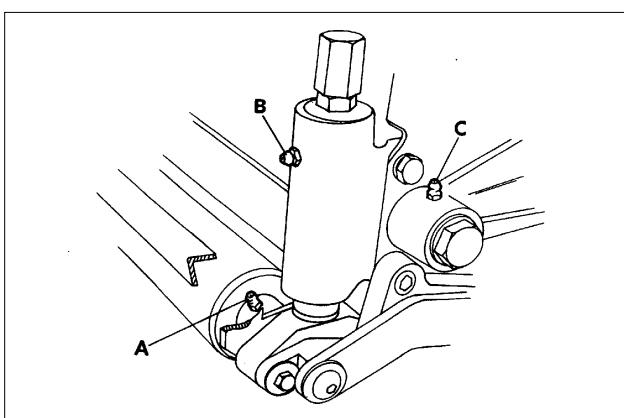

Fig.30
- (4) Unit rolls (A Fig.30)
- (6) Height adjustment sleeves (B Fig.30)
- (7) Unit bearing housing pivots (C Fig.30)
- (8) Divertor Valve spools.
- d. rollen van de maaieenheden (A afb. 30);
- f. hoogteafstelinrichting (B afb. 30);
- g. lagerhuis-draaiplennen van de maaieenheden (C afb. 30);